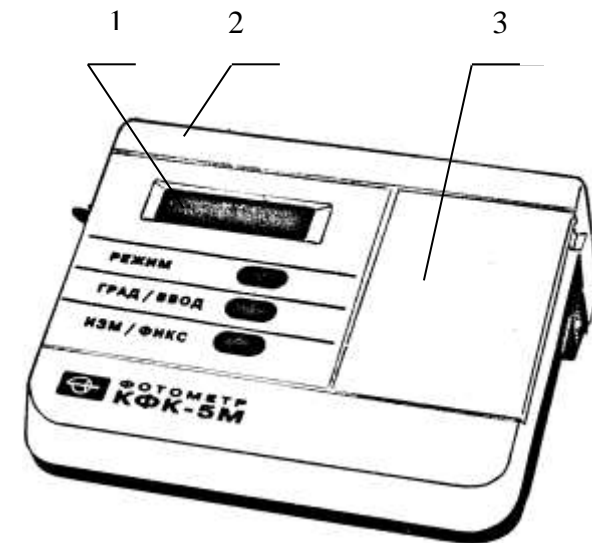

Рисунок 3 – Общий вид фотометра
1.5.1 Фотометр (рисунок 3) состоит из одного блока, включающего в себя оптико-электронный блок и блок питания.
На лицевой панели блока (рисунок 3) расположен индикатор 1 и клавиатура. Крышка 2 закрывает батарейный отсек. Крышка 3 закрывает кюветное отделение.